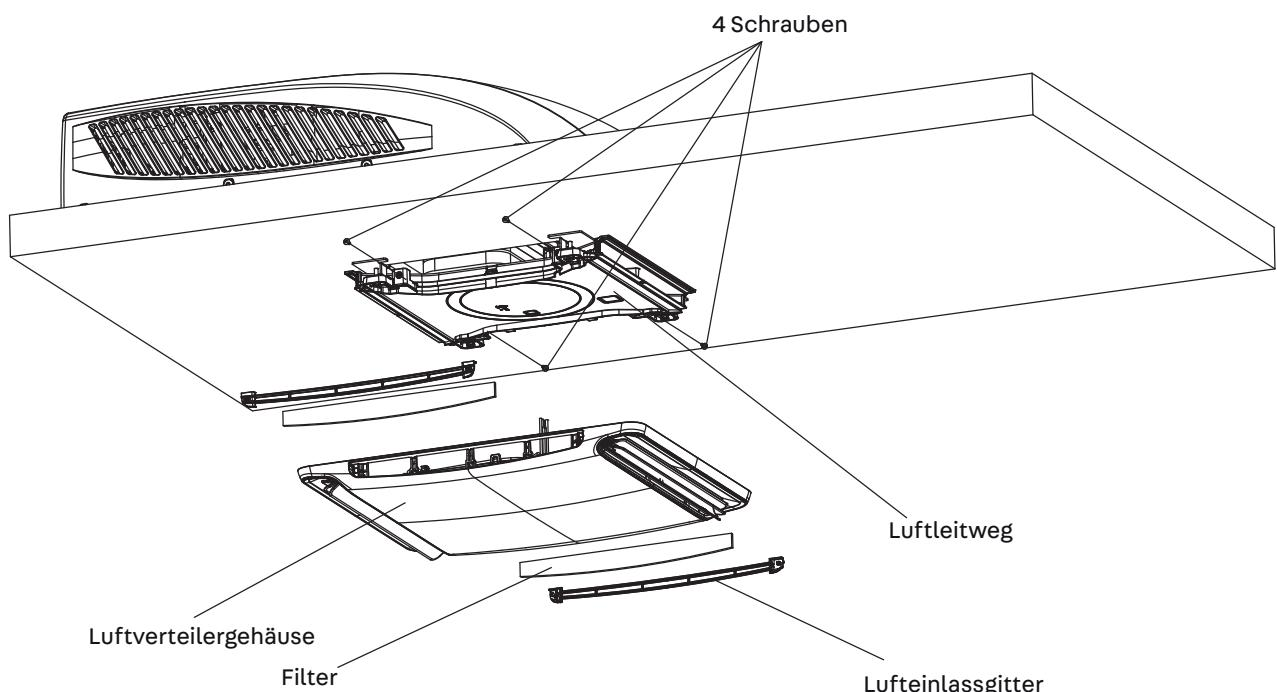

Abbildung 9
2. Befestigen Sie das Deckengitter mit 4 Schrauben am Luftleitweg der Deckenbaugruppe (siehe Abbildung 9).